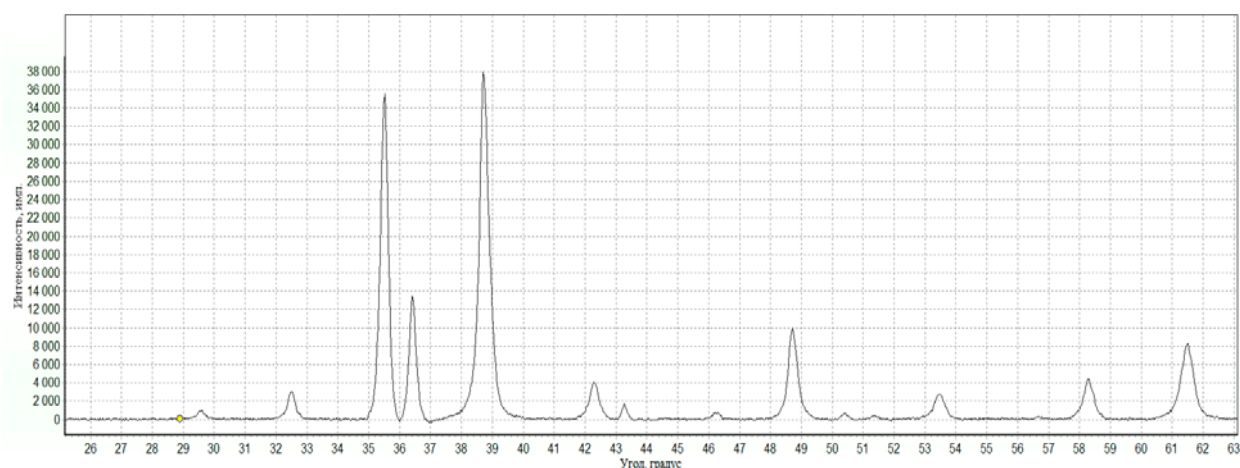

Рис. 4 Рентгеновская дифрактограмма нанокристаллических порошков, включающих Cu и O
4. По рентгеновской дифрактограмме (рис. 4) нанопорошка определить размер областей когерентного рассеяния
5. По рентгеновской дифрактограмме (рис. 4) нанопорошка определить весовое соотношение фаз.